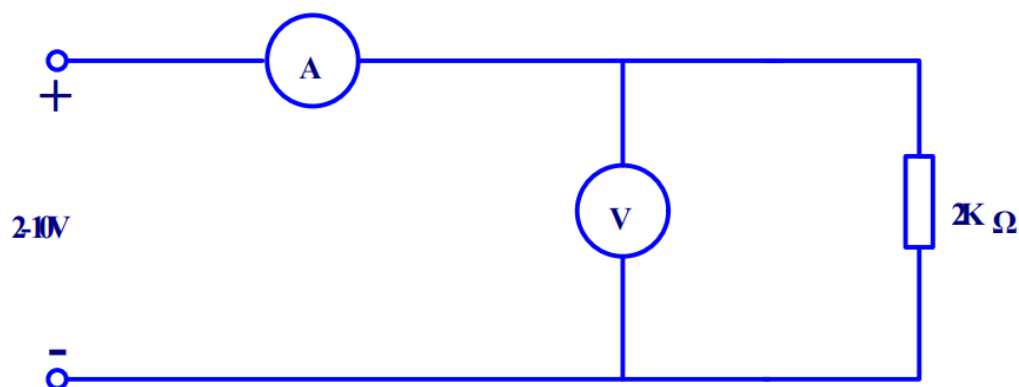

图. 10-1
- 按图 10-1 连接好电路，检查无误后，接入稳压直流电源；